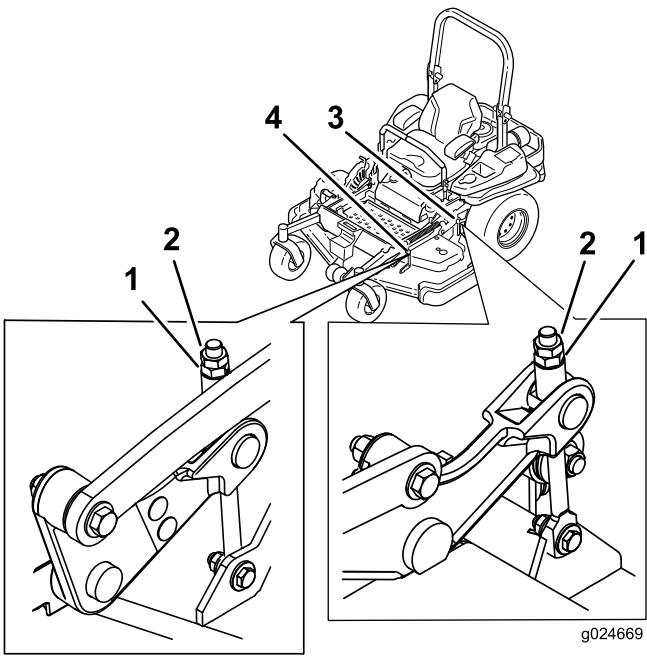

Bild 87
9. Drehen Sie die Einstellmutter am Frontmähwerkhub, um eine genaue Einstellung zu erreichen, siehe Bild 87.
15. Drehen Sie den Einstellschraube, um eine Höhe von 8,3 mm zu erhalten (Bild 87).